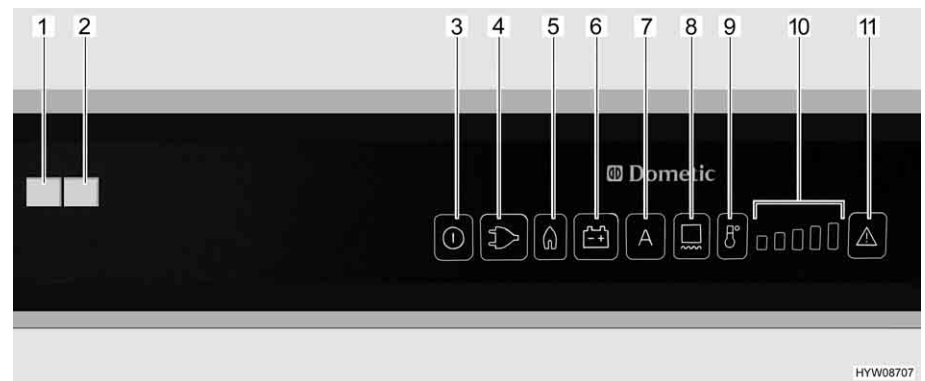

Fig. 166 Elementi di comando per il frigorifero (Dometic RMD)
Se è impostata la modalità di funzionamento "AES", la tensione a 230 V **non** è allacciata e il motore del veicolo è **spento**, il sistema AES seleziona il rifornimento di gas. Selezionando il funzionamento a gas, il dispositivo di sicurezza si apre automaticamente, così che il gas possa fluire al bruciatore. Contemporaneamente si inserisce l'accenditore elettronico. Se la fiamma del gas si spegne, p. es. a causa di un colpo di vento, l'accenditore viene subito azionato riaccendendo il gas. In caso di guasto del funzionamento a gas, lampeggiano i tasti luminosi "Gas" (Fig. 166,5) e "Guasto" (Fig. 166,11). La spia di controllo "Guasto" (Fig. 166,1) è accesa e viene emesso un allarme acustico per 20 secondi.
Dopo l'accensione il frigorifero seleziona automaticamente la regolazione intermedia del termostato. Questa regolazione può essere modificata manualmente tramite il tasto di selezione del livello di temperatura (Fig. 166,9). Le spie di controllo (Fig. 166,10) indicano la temperatura selezionata sul termostato. Il tasto di selezione del livello di temperatura permette di regolare la temperatura di refrigerazione per tutti e tre i tipi di energia. Ci vogliono alcune ore prima che il frigorifero raggiunga la temperatura normale di esercizio. Cambiando la modalità di funzionamento la regolazione del termostato non viene modificata. La temperatura di refrigerazione è indipendente dal tipo di energia utilizzata.
- Accendere il riscaldamento del telaio per 2 ore: Premere una volta il tasto (Fig. 166,8). Sull'indicazione dei gradi di temperatura (Fig. 166,10) si accende una barra.
- Accendere il riscaldamento del telaio per 5 ore: Premere due volte il tasto (Fig. 166,8). Sull'indicazione dei gradi di temperatura (Fig. 166,10) si accendono due barre.
- Regolazione del riscaldamento del telaio ad esercizio continuo: Premere tre volte il tasto (Fig. 166,8). Sull'indicazione dei gradi di temperatura (Fig. 166,10) si accendono tre barre.
L'indicazione dei gradi di temperatura (Fig. 166,10) indica per alcuni secondi la durata di esercizio del riscaldamento del telaio.
Nel caso di temperature esterne ed umidità dell'aria elevate è possibile che si formino gocce d'acqua sul telaio in metallo del vano congelatore. Per questo motivo il frigorifero è dotato di un riscaldamento del telaio per il vano congelatore. Nel caso di temperature e umidità dell'aria elevate, accendere il riscaldamento del telaio con il tasto (Fig. 166,8). È possibile così evitare fenomeni di corrosione. Quando il riscaldamento del telaio è acceso, si accende il tasto luminoso (Fig. 166,8).
- Premere il tasto On/Off (Fig. 166,3) per circa 2 secondi. Il frigorifero si accende e viene visualizzato l'ultimo tipo di energia impostato, oppure "AES".
- Impostare la temperatura di refrigerazione con il tasto di selezione del livello di temperatura (Fig. 166,9). Le spie di controllo (Fig. 166,10) indicano la temperatura selezionata sul termostato.
- Premere il tasto On/Off (Fig. 166,3) per circa 2 secondi. Il frigorifero si spegne e le indicazioni smettono di lampeggiare.